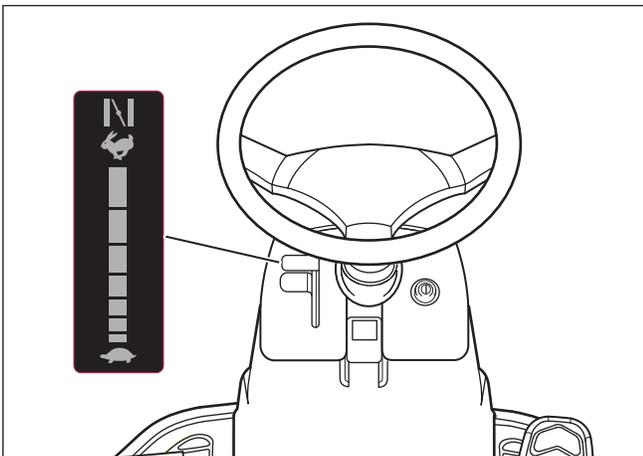

Figure 7
1. Déplacer la commande de manette des gaz/starter complètement vers l'avant en position STARTER pour démarrer un moteur froid (voir la **Figure 7**).
3. Déplacer la commande de manette des gaz en position RAPIDE (voir la Figure 7).
5. Déplacer la commande de manette des gaz en position LENT (voir la Figure 7).
3. Déplacer la commande de manette des gaz entre LENT et RAPIDE (voir la **Figure 7**).